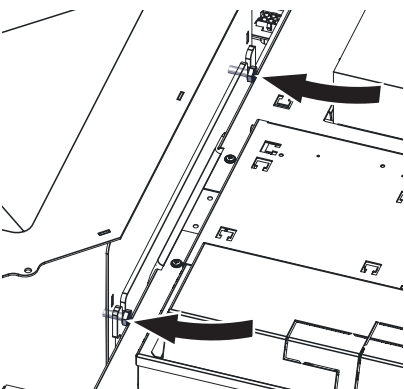

Fig. 41 Serrare entrambe le viti in alto sul serbatoio
- Il alto sul serbatoio, stringere entrambe le viti a testa esagonale – Fig. 41.